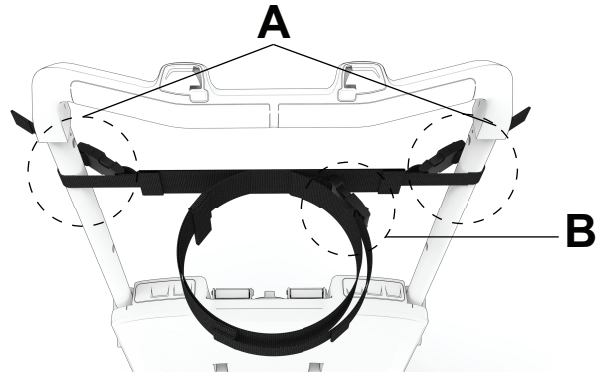

図 30 – サイド解除バックルを接続します
1. ストラップをグラブバーに巻き付け、サイド解除バックル (A) を接続します (図 30)。
5. ストラップを患者の頭部に巻き付け、サイド解除バックル ( B ) を接続します ( 図 30 )。